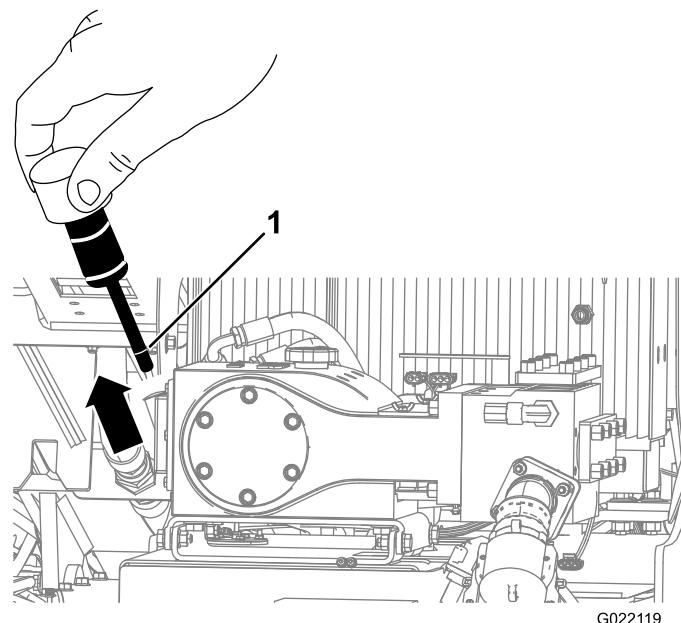
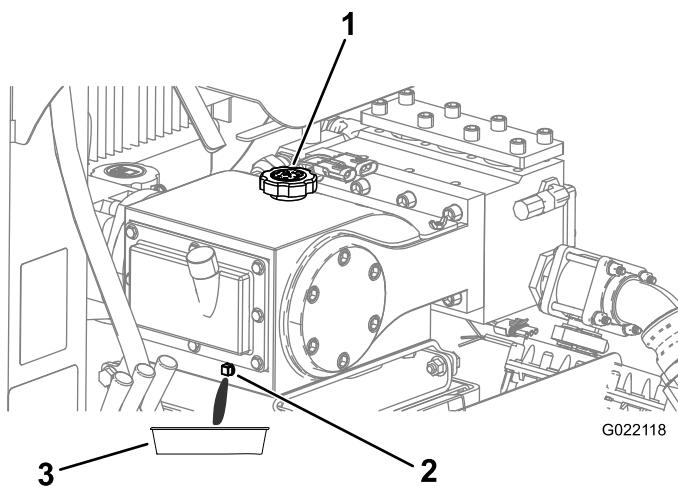

Рисунок 149
Рисунок 150
3. Извлеките измерительный щуп (Рисунок 149).
4. Убедитесь, что уровень масла находится на отметке заполнения, как показано на Рисунок 149.
4. Удалите сливную пробку и подставьте сливной поддон под сливное отверстие (Рисунок 150).
6. Дайте маслу стечь из сливного отверстия в сливной поддон (Рисунок 150).
8. Снимите крышку маслозаливной горловины (Рисунок 150) и залейте приблизительно 1,9 л (2 кварта) масла или пока его уровень не достигнет отметки заполнения по измерительному щупу, как показано на Рисунок 149.